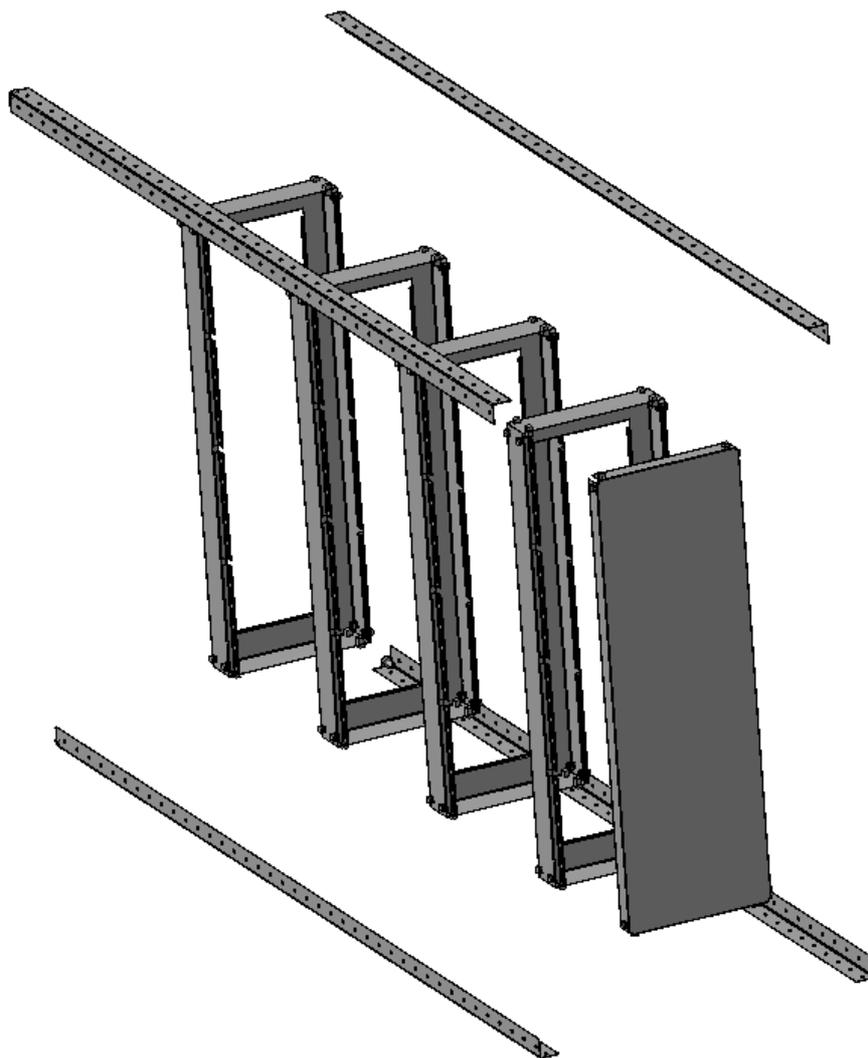

Рис.1
1.2. Соединить стойки с полками с помощью винтов, шайб и гаек (Рис.1). Полку сплошную закрепить на стойках на верхних отверстиях.